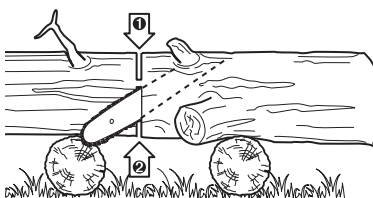

Fig. 43
- > Si le tronc est surélevé des deux côtés (Fig. 43), coupez environ 1/3 de son diamètre par le dessus, puis coupez les 2/3 restants par en dessous, de manière à rejoindre la première entaille.